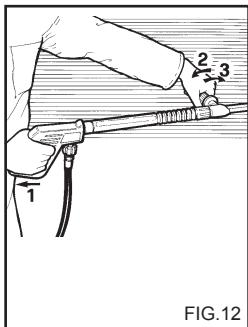
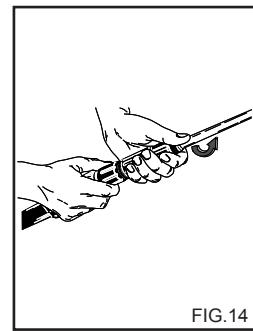

FIG.12
FIG.14
BRUKE DET DOBLE MUNNSTYKKET ELLER DET JUSTERBARE HODET (fig. 12)
2) Fjern forlengelsen fra håndtaket og sett inn dobbeltlansen eller lansen med regulerbart hode (fig.14), start høytrykksvaskeren og kommandoen for oppsuging av vaskemiddelet på lansen (fig. 12, 13) og sprut på overflaten som skal vaskes nedefra og opp. La virke i noen minutter